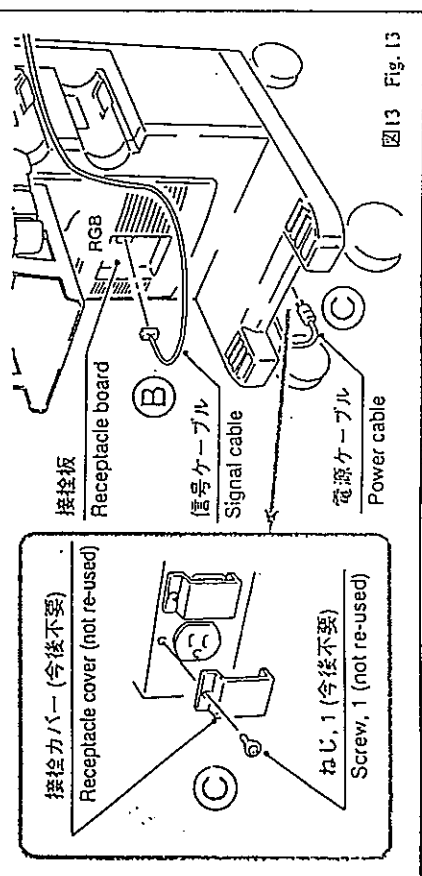

図13 Fig. 13
(2) 信号ケーブルを、フロントカバーの後検板に接続する。(図13㉕)
(3) 電源ユニットの接続カバーをねじ1本を外して取り外し、電源ケーブルのコネクタを接続する。(図13㉖)
- (2) Plug signal cable in receptacle board on front cover. (㉕ in Fig. 13)
- (3) Unscrew 1 screw and remove receptacle cover from power supply unit. And plug in power cable connector. (㉖ in Fig. 13)